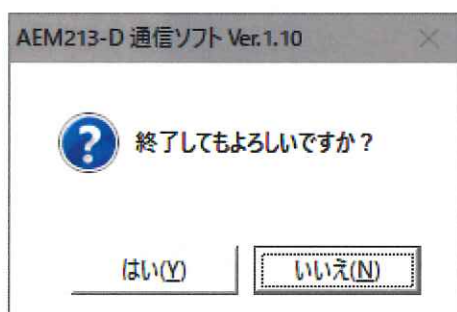

図 3.3 確認ダイアログ
- (2) 終了確認メッセージが表示されますので[はい]をクリックすると終了します。(図 3.3)